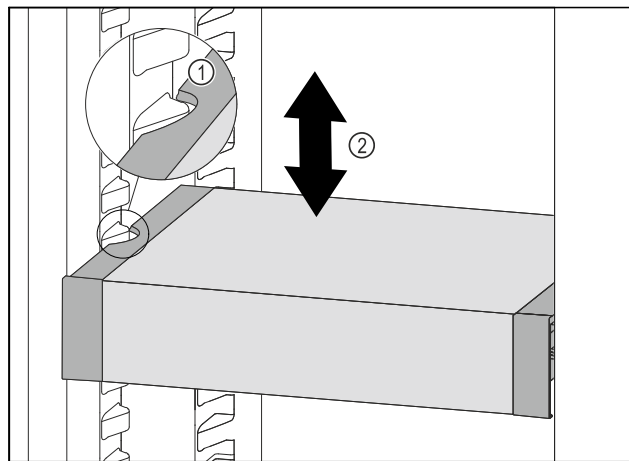

Fig. 243
- VarioSafe w chłodziarce przesunąć w górę lub w dół, aż zostanie osiągnięta żądana wysokość. Fig. 243 (2)